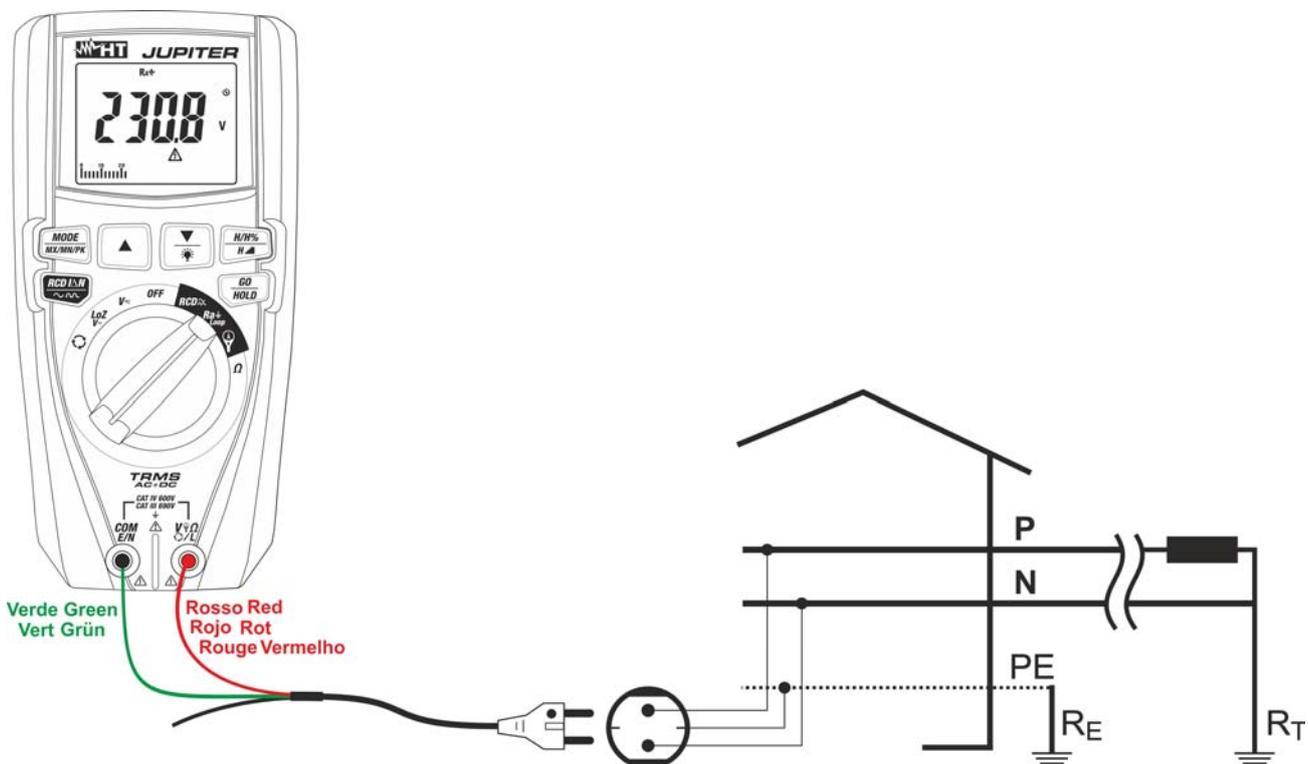

Fig. 23: Uso do instrumento para medir a impedância Loop L-PE com cabo com ficha Schuko
5. **Para medição do Loop L-PE no caso de usar um cabo com ficha shuko inserir o condutor vermelho no terminal de entrada $V_{\Omega} \perp L$ e o condutor verde no terminal de entrada **COM/E/N** e ligar o instrumento à instalação em exame (ver Fig. 23). O valor da tensão Fase-Terra é apresentado no display.**